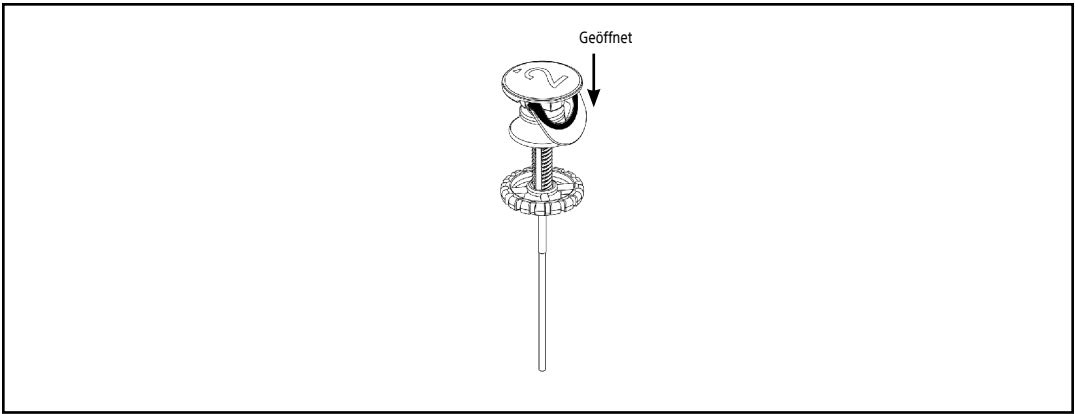
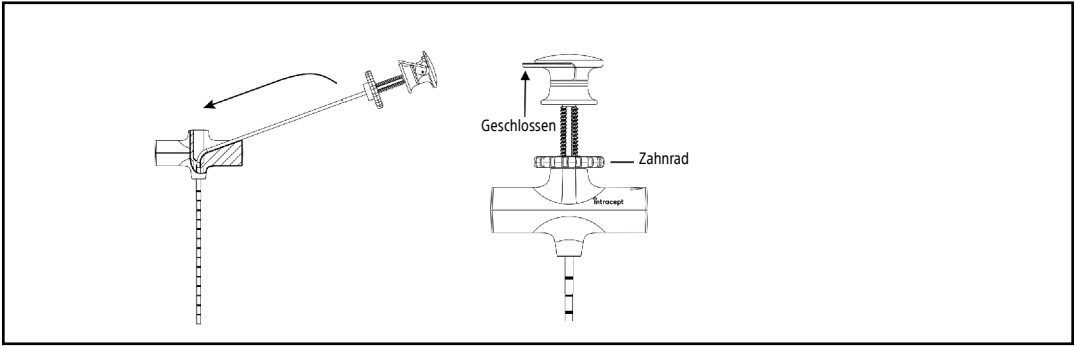

ABBILDUNG 4
ABBILDUNG 5
8. Sicherstellen, dass das Zahnrad an der gebogenen Kanülenbaugruppe durch die Reibungssperre in der untersten Gewindeposition gehalten wird (ggf. im Uhrzeigersinn drehen). Die Sicherungslasche nach unten drücken (roter Indikator ist sichtbar), um sicherzustellen, dass die Spitze des J-Mandrins in die gebogene Kanüle zurückgezogen wurde (siehe Abbildung 4). Die Position der Einführkanüle aufrecht halten, dabei den Griff der gebogenen Kanülenbaugruppe fassen und die distale Spitze vorsichtig in den Griff der Einführkanüle einführen, dabei die Spitze der gebogenen Kanülenbaugruppe mit dem inneren Lumen der Einführkanüle ausrichten. Die gebogene Kanülenbaugruppe in einer Bewegung in die Einführkanüle hineinschieben und dabei aufrecht halten, während sie in die Einführkanüle gleitet (siehe Abbildung 5). Mit der Einführung fortfahren, bis die gebogene Kanülenbaugruppe vollständig sitzt und der Pfeil auf dem J-Mandrin mit den Pfeilen auf der Einführkanüle ausgerichtet ist. Sicherstellen, dass sich die Sicherungslasche in der geschlossenen Position befindet (siehe Abbildung 5), bevor die gebogene Kanülenbaugruppe eingeführt wird.
11. Mit dem Vorschieben der gebogenen Kanülenbaugruppe fortfahren, dabei kontrollierte Hammerschläge anwenden und kleine Drehanpassungen vornehmen, um den Verlauf nach Bedarf anzupassen und die Spitze zur Zielstelle zu führen. Den Verlauf sowohl mittels anterior-posteriorer (AP) als auch lateraler Bilder bestätigen. Mit dem Vorschieben fortfahren, bis der proximale Abschnitt der J-Mandrin-Spitze die mittlere Sagittalebene des Wirbelkörpers kreuzt oder die gebogene Kanülenbaugruppe vollständig eingeführt ist (erkennbar an dem Zahnrad in der Einführkanüle).